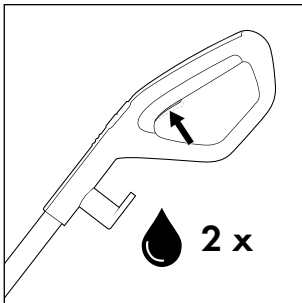
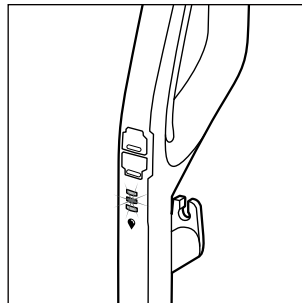

Abb. 14
Abb. 15
- ◆ Drücken Sie vor jedem Gebrauch zweimal kurz den Schalter Reinigungslösung  **15**, um die Dauersprühfunktion zu aktivieren und die Bürstenrolle  **6** mit Reinigungslösung betriebsbereit zu machen (siehe Abb. 14). Die Anzeige Reinigungslösung  **12** blinkt abwechselnd blau auf, wenn die Dauersprühfunktion aktiviert ist oder der Schalter Reinigungslösung  **15** gedrückt gehalten wird (s. Abb. 15).